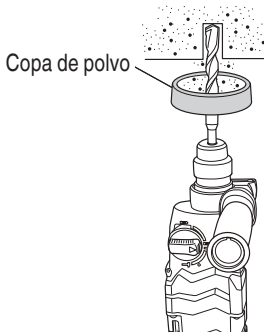
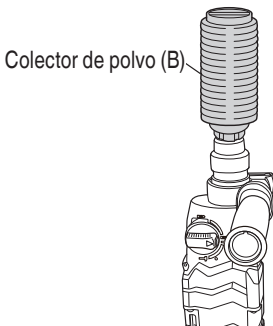

Fig. 13
Fig. 14
4. Cuando instale la copa de polvo o el lector de polvo (B) (Accesorios facultativos) (Fig. 13, Fig. 14) Cuando emplee un martillo perforador a batería para trabajos de taladrado hacia arriba, extraiga el adaptador de recolección de polvo e instale una copa de polvo o un colector de polvo (B) para recolectar las partículas a fin de facilitar la operación.
Emplee la copa de polvo instalando la broca como se muestra en la Fig. 13.
- Instalación del colector de polvo (B)
Para emplear el colector de polvo (B), insértelo desde la punta de la broca alineándolo con la ranura de la empuñadura. (Fig. 14)